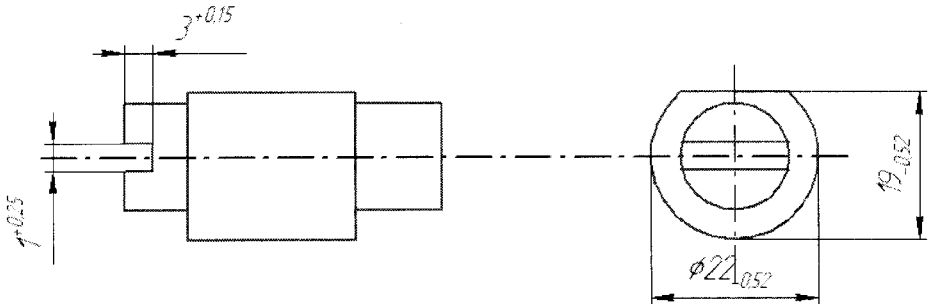

Рисунок 5.8 – Чертеж детали
4.2.5. По заданному чертежу детали (рисунок 5.8) выбрать последовательность обработки поверхностей, обеспечивающую получение заданной точности и шероховатости поверхности. Подобрать инструмент для каждого перехода.